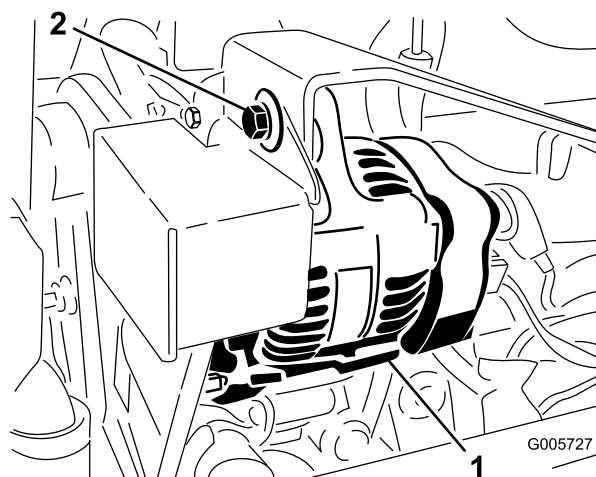

Figura 63
2. Uma tensão adequada deverá permitir um desvio de 10 mm quando for aplicada uma força de 44 N numa zona intermédia da correia (Figura 63), entre as duas polias.